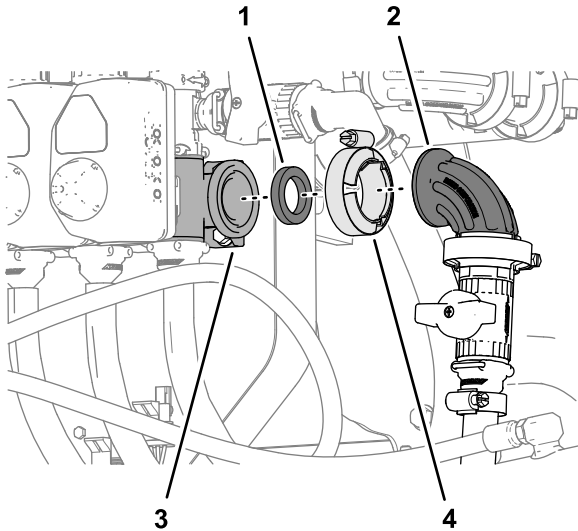

Figura 136
1. Monte el acoplamiento de 90° de la válvula de cierre del kit opcional de lanza de mano o el kit de carrete de manguera eléctrico en la brida de la válvula de boquilla 10 con la abrazadera de brida y la junta, y apriete la abrazadera a mano (Figura 136).